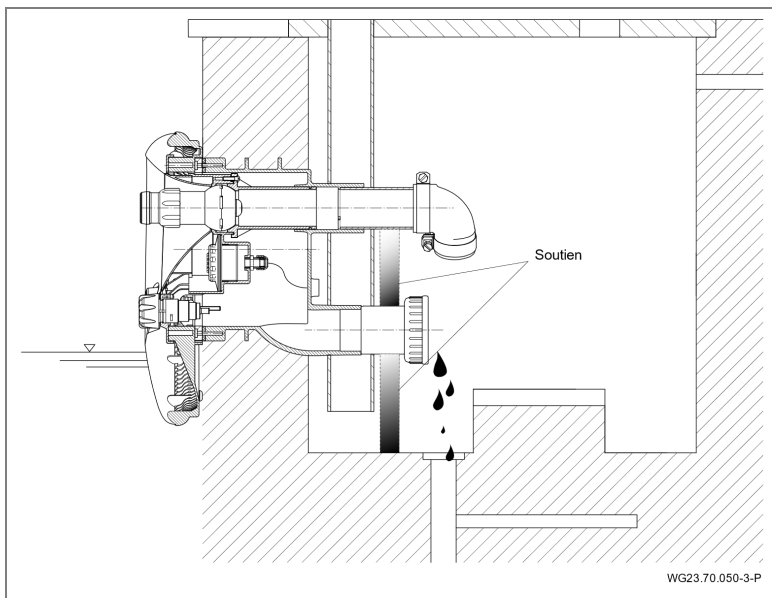

Fig. 28
- 3. Soulager les tuyauteries d'aspiration et de refoulement par des supports. Voir "Fig. 28", page 46.